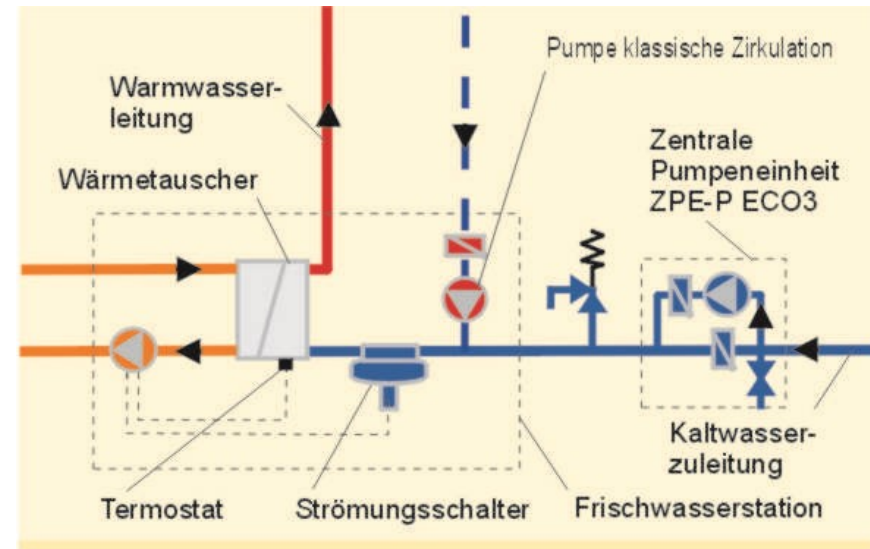

Bild 1
- Installation der Pumpeneinheit (ZPE-P ECO3) kann in Kaltwasserzuleitung erfolgen (Siehe Bild 1)
- Bei Zirkulation durch Wasserzähler muss der Pumpendruck 300 mbar betragen (Siehe Bild 1)
- Falls stillgelegte Zirkulationsleitung vorhanden ist, kann bisherige Pumpe zum sporadischen Wasseraustausch (z.B. täglich 5 Minuten aktiv) verwendet werden (Siehe Bild 1)